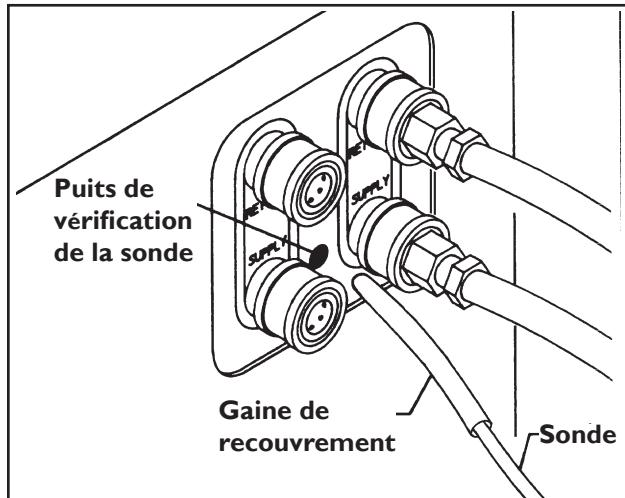

Figure 11—Puits de vérification de la sonde
- Insérez la sonde dans une gaine de recouvrement et ensuite dans *LE PUITS DE VÉRIFICATION DE LA SONDE* situé à l'avant de la base de l'appareil (fig. 11, p. 16).